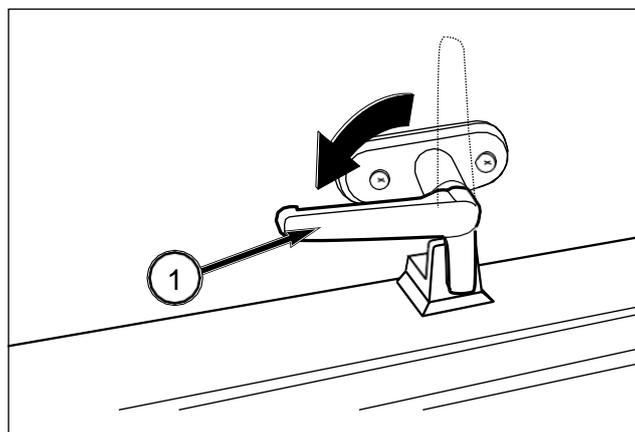

FIG. 162
FIG. 162: Para cerrar la ventana trasera, tire de ella hacia el interior con el pomo en posición de desbloqueo hasta que se pueda bloquear correctamente. Gire el pomo 90 grados en el sentido de las agujas del reloj (1) para bloquear la ventana.